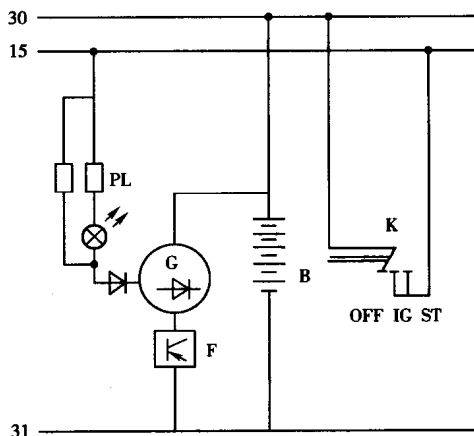

图 1-1 充电系统电路
1. 充电系统电路如图 1-1 所示。
2. 充电系统的组成见图 1-1 中图注。